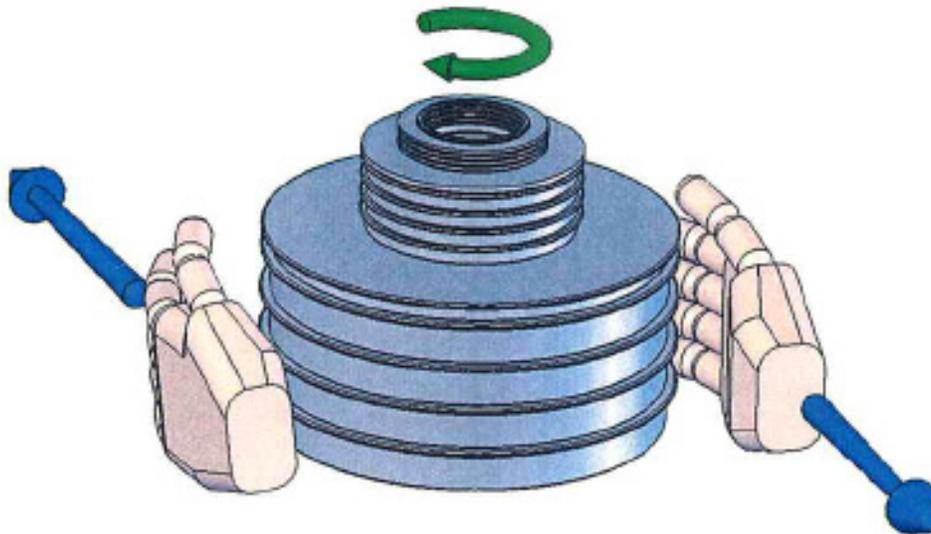

Abbildung 3-1. Gewichtsrotation
4. Drehen Sie den Gewichtstapel vorsichtig im Uhrzeigersinn, sodass es sich etwa zwischen 10 und 60 rpm dreht. Vermeiden Sie seitliche Belastungen beim Drehen der Gewichte, indem Sie Ihre Handflächen auf beiden Seiten platzieren und den Stapel "rollen", indem Sie in entgegengesetzte Richtungen ziehen. Siehe Abb. 3-1. **Drehen Sie die Gewichte NICHT, wenn sich der Kolben am oberen oder unteren Ende des Hubwegs befindet.**
4. Drehen Sie den Gewichtestapel vorsichtig im Uhrzeigersinn, sodass es sich etwa zwischen 10 und 60 rpm dreht. Vermeiden Sie seitliche Belastungen beim Drehen der Gewichte, indem Sie Ihre Handflächen auf beiden Seiten platzieren und den Stapel "rollen", indem Sie in entgegengesetzte Richtungen ziehen. Siehe Abb. 3-1. **Drehen Sie die Gewichte NICHT, wenn sich der Kolben am oberen oder unteren Ende des Hubwegs befindet.**